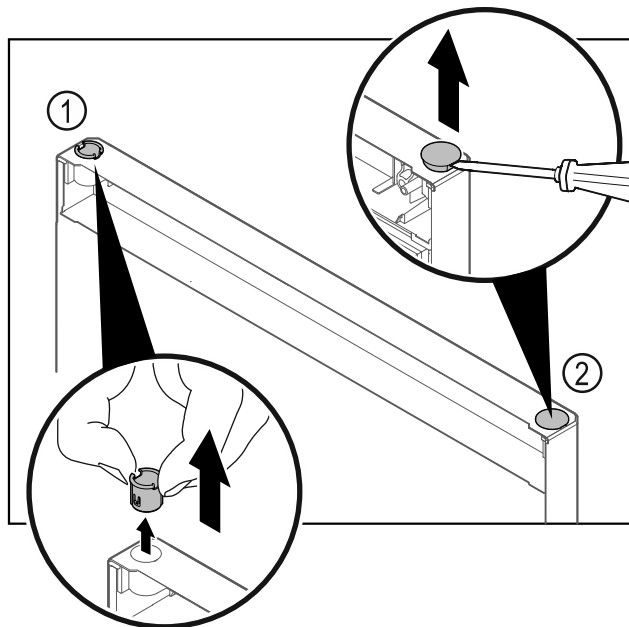

Fig. 22
- Pouzdro závěsu Fig. 22 (1) vytáhněte prsty.
- Krycí zátku Fig. 22 (2) opatrně nadzvedněte plochým šroubovákem a vytáhněte.